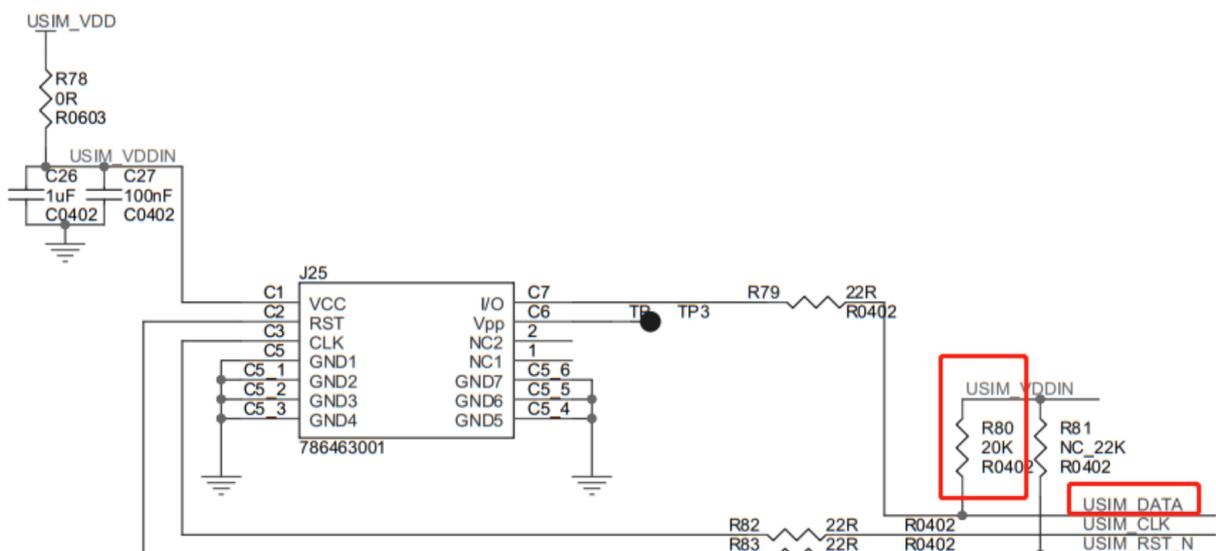

图 14 SIM 卡参考电路
1) SIM DATA 脚推荐加典型值为 20K 上拉电阻，不加上拉可能会存在部分 SIM 卡识无法正确识别的风险，影响通信。参考电路如图 14 所示。